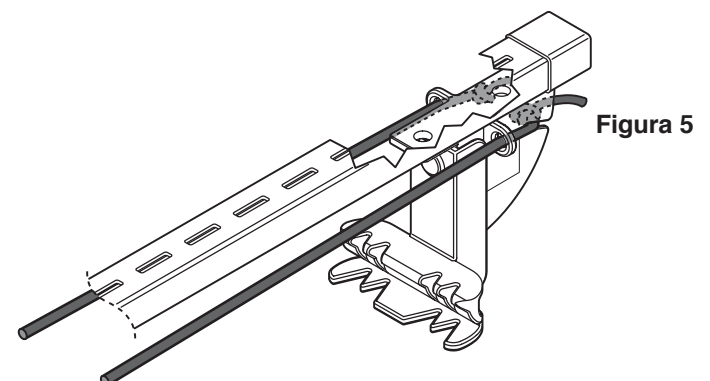

Figura 5
- Coloque la escalera sobre el soporte y deslícela hacia adelante mientras sostiene la cuerda amortiguadora de impactos. Cuando la escalera se traben en la posición correcta, ajuste firmemente la cuerda amortiguadora de impactos y deslícela hacia el interior de la ranura de retención en la parte trasera del montaje fijo (ver la figura 5).
- Asegúrese de tensar bien la cuerda para sujetar correctamente la escalera en su lugar. Ate un nudo doble en el extremo de la cuerda amortiguadora de impactos en este punto e inserte las cuerdas en las ranuras situadas en el montaje fijo. Introduzca el sobrante en la parte posterior del montaje fijo (ver la figura 5).